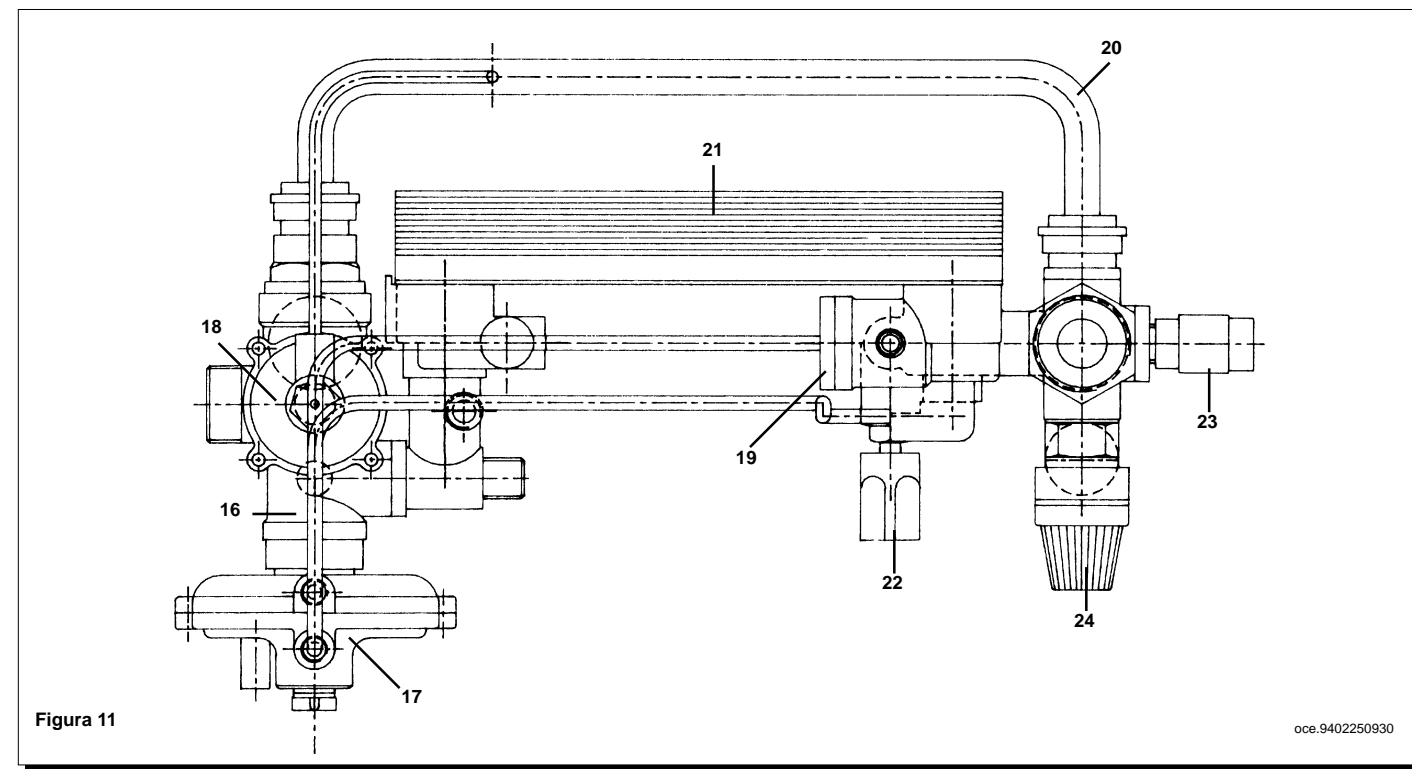

Figura 11
- svuotare l'impianto, se possibile limitatamente alla caldaia, mediante l'apposito rubinetto di scarico (23 figura 11 a pagina 22);
- togliere i due tubetti di collegamento (figura 11 a pagina 22) tra il gruppo precedente sanitario (17) ed il sensore di flusso (19);
- vaciar la instalación, posiblemente sólo la caldera, por medio del especial grifo de desagüe (23 figura 11 en página 22);
- remover los dos tubitos de conexión (figura 11 en página 22) entre el grupo de precedencia sanitario (17) y el sensor de flujo (19);